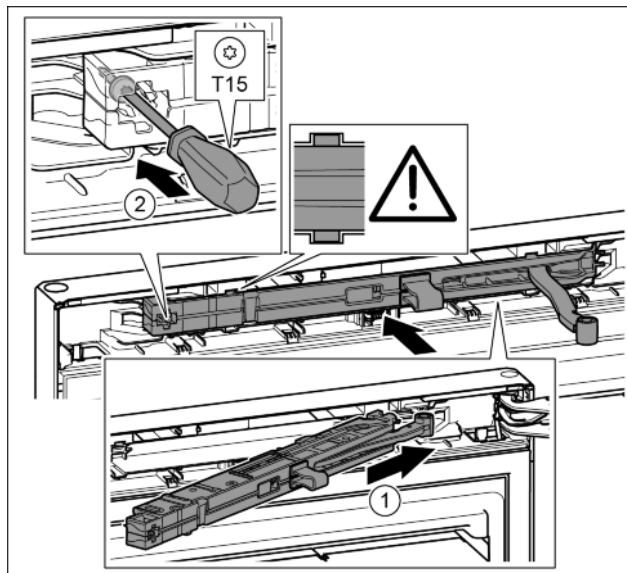

Fig. 47
- Durvju amortizatora mezglu gultņa balsta pusē līdz galam slīpi iebīdīet padziļinājumā. Fig. 47 (1)
- Ar skrūvgriezi T15 pieskrūvējiet skrūvi. Fig. 47 (2)